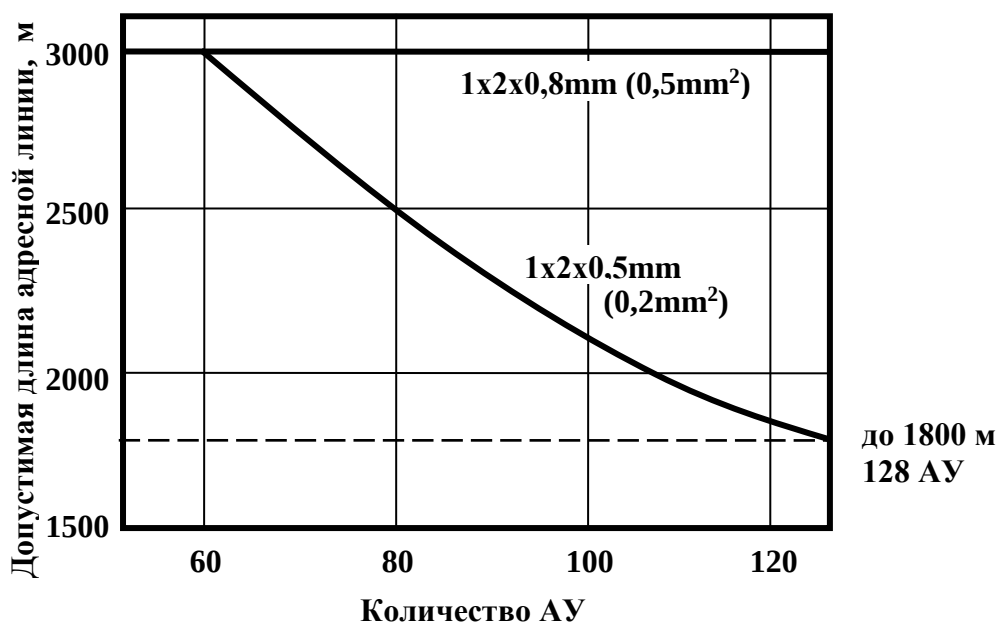

Рис.13. Допустимая длина адресной линии в зависимости от количества АУ (допустимая длина определяется как максимальное удаление АУ от любой из клемм прибора).
3.9.4. Напряжение в адресной линии не должно опускаться ниже 3,5В, поэтому при большом количестве АУ допустимая длина адресной линии снижается. При этом длина адресной линии от любой клеммы АПКП до максимально удаленного АУ не должна превышать значений, определяемых по рис.13.
При выполнении требований рис.13 любой обрыв адресной линии не приведет к потере
4.1.7. Проложить адресную линию кабелем UT 505нг(А)-FRLS FE 180 1x2x0,5mm (0,2мм²) или 1x2x0,8mm (0,5мм²), UT 505нг(А)-FRHF FE 180 1x2x0,5mm или аналогичными по оптимальному маршруту так, чтобы максимальное удаление адресных устройств от любой из клемм АПКП по длине адресной линии не превышало допустимого значения, которое в зависимости от количества АУ составляет от 2 до 3 тысяч метров (см. рис.13).